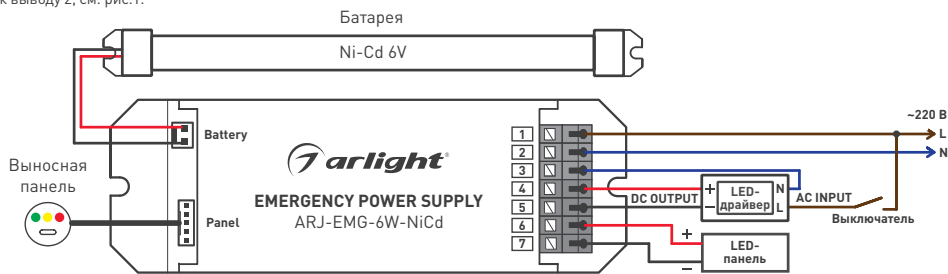

Рис. 1. Стандартная схема подключения
- 3.4. Подключите провода, постоянно подключенные к сети: «L» [фаза] — коричневый провод — к выводу 1, «N» [ноль] — синий провод — к выводу 2, см. рис. 1.
- 3.5. Подключите светодиодную панель (LED Panel) к выводу источника аварийного питания (выводы 6 и 7), как показано на рис. 1. Соблюдайте полярность подключения.
- 3.6. Подключите разъем аккумуляторной батареи к разъему батареи источника аварийного питания, как показано на рис. 1.
- При наличии сетевого напряжения включение/выключение светильника выполняется выключателем (см. рис. 1). При этом светильник работает от штатного драйвера.
Тестирование выполняется только при наличии сетевого напряжения на входе БАП и может проводиться в любом положении выключателя (см. рис. 1). Управление тестированием выполняется нажатием кнопки «Тест» на выносной панели. Имеются два режима тестирования.